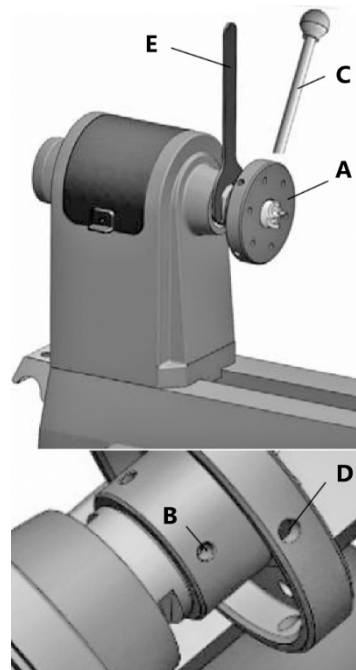

Рисунок 6.
- Накрутите планшайбу А (рис. 6) на шпindelь передней бабки, поворачивая её по часовой стрелке до упора, а затем затяните два установочных винта В при помощи шестигранного ключа.